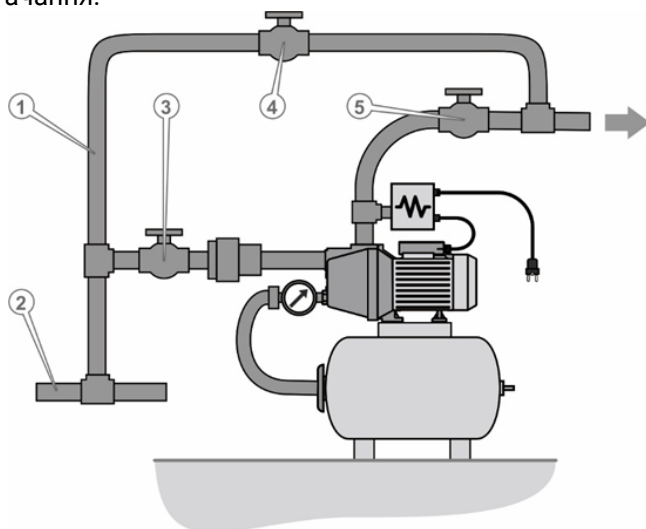

Рисунок 5. Схема монтажу насосної станції в активну систему централізованого водопостачання для підвищення тиску.
1. Змонтувати насосну станцію в активну систему водопостачання (2, рис. 5).
2. Змонтувати обхідну гілку водопроводу – байпас (1, рис. 5), що дає змогу в разі виходу з ладу насосної станції пустити воду в обхід насосної станції (рис. 5). Байпас має бути оснащений окремим
запірним краном (4, рис. 5), який перебуває в закритому стані під час роботи насосної станції.
У разі аварійної зупинки насосної станції її вхідний (3, рис. 5) та вихідний (5, рис. 5) запірні крани закриваються, а запірний кран (4, рис. 5) байпаса відкривається, забезпечуючи функціонування системи водопостачання, оминаючи насосну станцію.
За загальної довжини вхідного трубопроводу понад 10 метрів або за глибини всмоктування (Н, рис. 5) більше ніж 4 метри рекомендується збільшити його перетин на 25-50 % від номінального. За цих обставин вхідний трубопровід рекомендується використовувати з мінімальною кількістю вигинів та поворотів для зменшення гідравлічного опору.